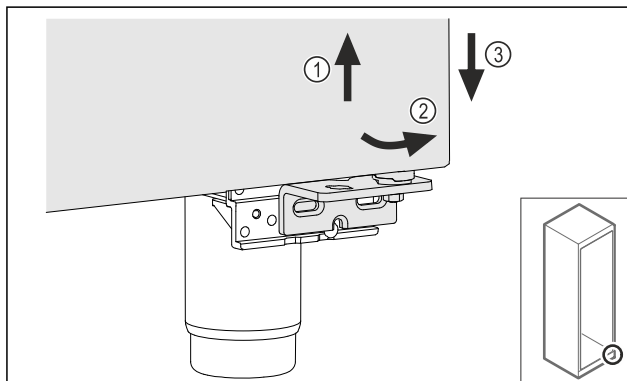

Fig. 27
- ▶ Vrata rahlo dvignite Fig. 27 (1) in jih spodaj nagnite Fig. 27 (2) ter spustite Fig. 27 (3).